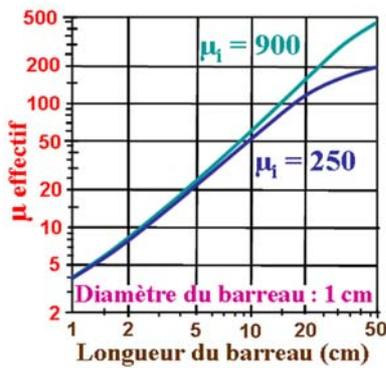
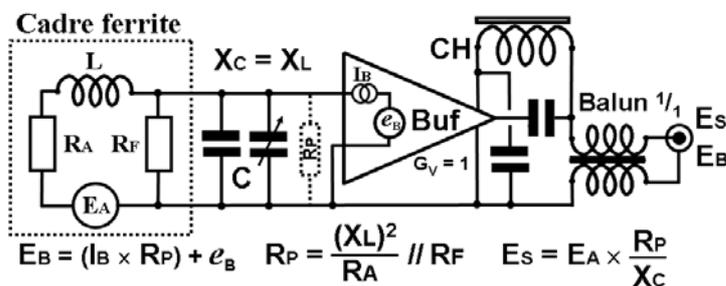

Figure 2.
Figure 5.
La perméabilité initiale ( $\mu_i$ ) d'un matériau ferrite vaut pour un circuit magnétique fermé (petit tore rempli de fil). Avec un barreau de ferrite mis à l'intérieur d'un bobinage, le circuit magnétique est ouvert, ce qui réduit la perméabilité appelée alors "effective" ( $\mu_e$ ). Celle-ci dépend fortement des dimensions du barreau. La figure 2 montre un abaque donnant les  $\mu_e$  pour un barreau en ferrite **B31** avec  $\mu_i$  de 900 et un autre en **B41** avec  $\mu_i$  de 250 (2).
Soit un bâtonnet de ferrite **B31** avec un diamètre de 1 cm et une longueur de 20 cm. On bobine au centre 100 spires en fil émaillé dia 0,25 mm, directement sur la ferrite, sur une largeur totale de 4 cm. On estime un  $\mu_a$  égal à 275 (cf. fig. 2 et 3). On a sur la figure 5 le schéma de principe du système.